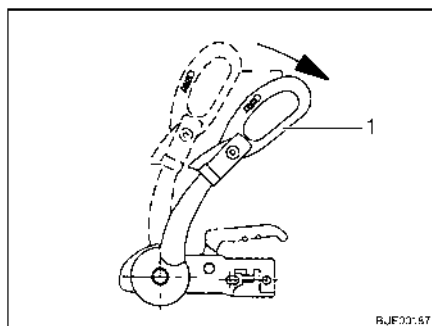

Fig. 174 Poignée de stabilisation
- Ouvrir la poignée de stabilisation (Fig. 174,1).